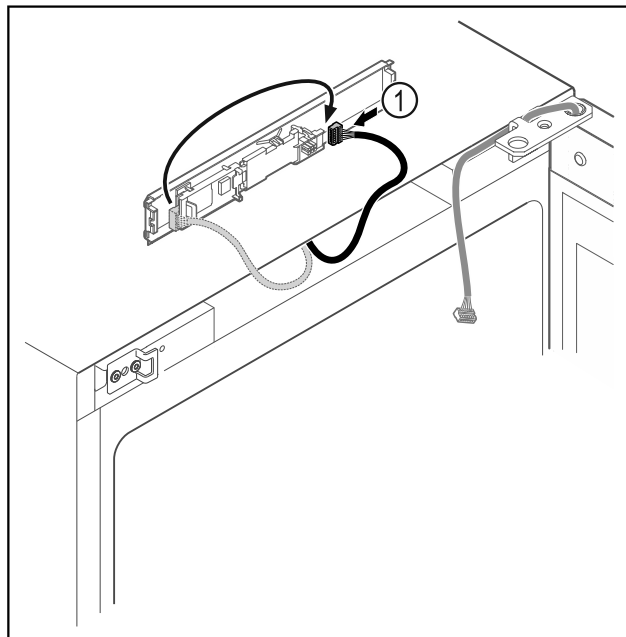

Fig. 19
- ▶ Vtič Fig. 19 (1) ponovno povežite s tiskanim vezjem.